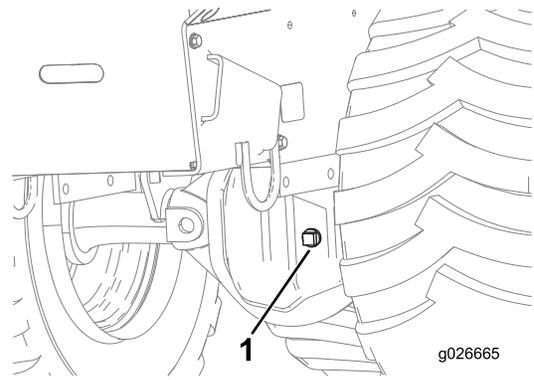

Figure 34
- Retirez le bouchon de remplissage de l'un des différentiels de pont (Figure 34).